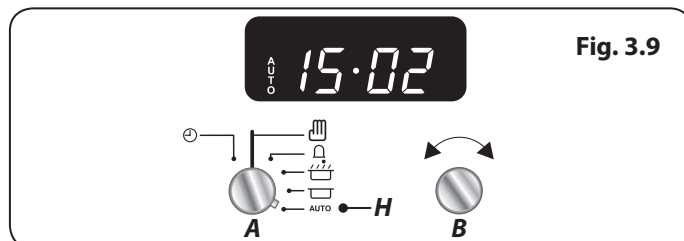

Fig. 3.9
10. Tournez le bouton du Programmateur (A) sur la position Auto (H) (Fig. 3.9). Si l'écran affiche l'heure en cours et AUTO, cela indique qu'une programmation a été définie (heure d'allumage et heure d'extinction).